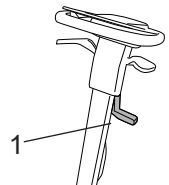

Fig.5
- Lyft gummiskrapan med hjälp av spaken (bild 5-ref.1).